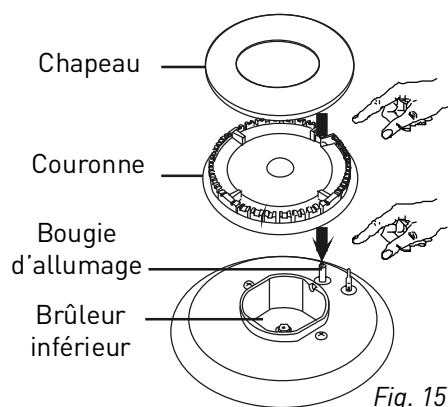

Fig. 15
Après l'allumage, procédez à une vérification visuelle des flammes. Si vous voyez une pointe jaune ou des flammes suspendues ou instables, fermez le robinet à gaz et vérifiez si les chapeaux couronnes sont bien positionnés (fig.15).
- Retirez les grilles émaillées, les chapeaux de brûleurs et les brûleurs supérieurs (figure 15).